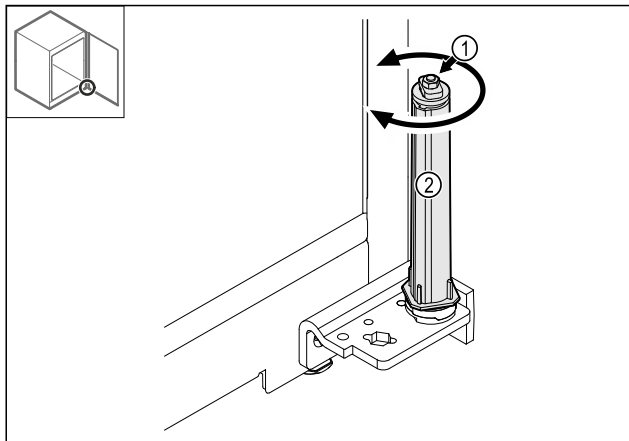

Fig. 36
- ▶ Не розбирайте гвинтове з'єднання Fig. 36 (1) запірного механізму.
- ▶ Поверніть запірний механізм Fig. 36 (2) до відчутного клацання.